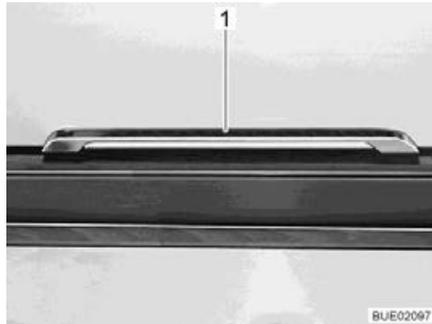

Bild 89 Entriegelungsgriff
- Entriegelungsgriff (Bild 89,1) je nach Einbaulage nach oben, zur Seite oder nach unten drücken und gedrückt halten.